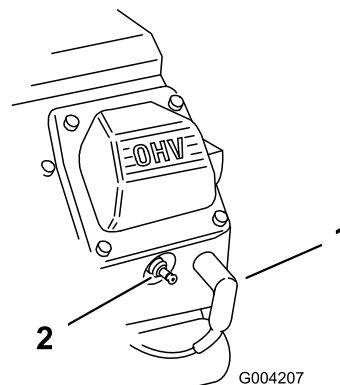

Figura 164
2. Desconecte los cables de las bujías (Figura 164).